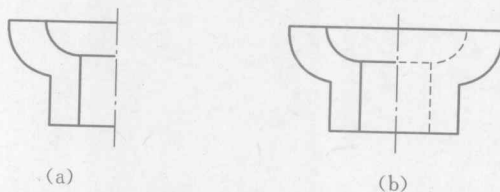

图 1-3
(3) 如图 1-3 所示,先画出图(a),然后利用 MIRROR 和 CHANGE 命令完成图(b)。